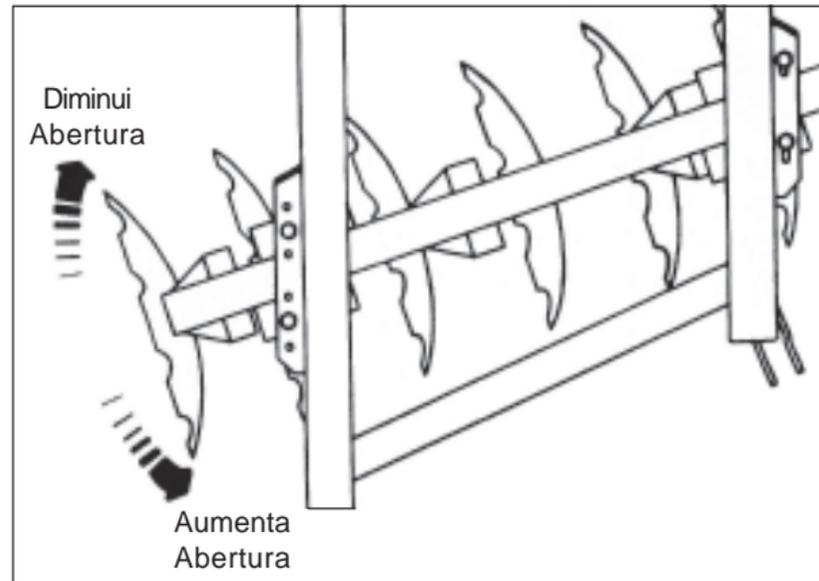

FIGURA 15
REGULAGEM DE ABERTURA DA GRADE (FIGURA 15)
- Para terrenos com maior dificuldade de penetração, aumenta-se a abertura da grade, conforme **FIGURA 15**.
- 2 - Para abrir ou fechar a grade, retirar os parafusos que fixam a armação no montante e deslocar as armações na regulagem ideal, conforme **FIGURA 15**.